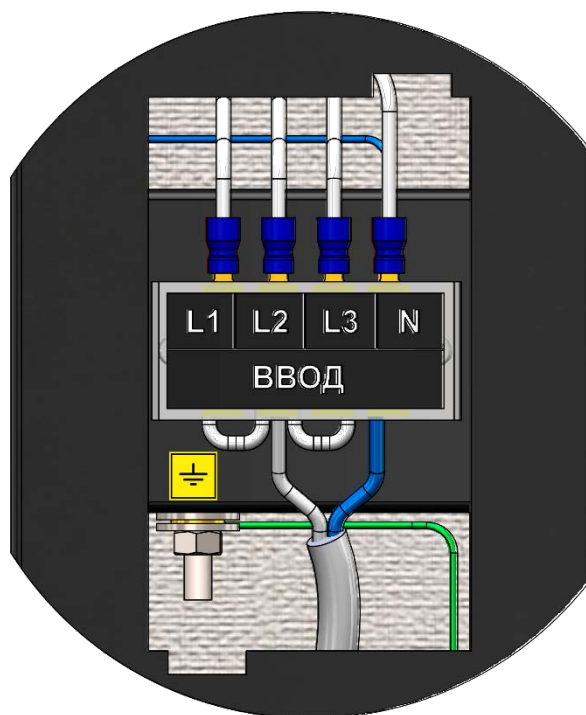

Рис. 6 Схема подключения электроводонагревателя к однофазной сети 220 В
• При питании электроводонагревателя от однофазной сети переменного тока 220 В, 50Гц присоединить рабочий нулевой провод на клемму (N) электроводонагревателя а фазный на клеммы L1,L2,L3 (с помощью перемычек). Обеспечить заземление котла (PE), подключив провод на болт "ЗАЗЕМЛЕНИЕ". Схема подключения указана на Рис. 6 .